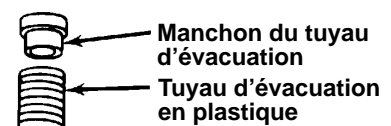

Figure 5
4. Install drain hose sleeve in plastic drain hose. See Figure 5.
4. Poser le manchon dans le tuyau d'évacuation en plastique. Voir la Figure 5.